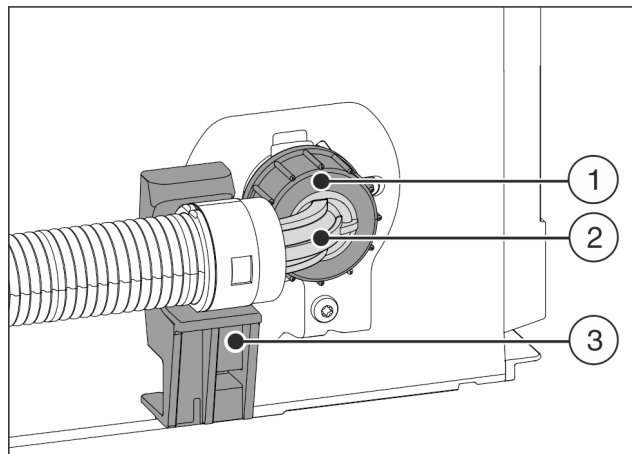

Fig. 23
- ▶ Posisjoner vinklet slangeende Fig. 23 (2) horisontal på holderen Fig. 23 (3) og hold fast.
- ▶ Skru mutteren Fig. 23 (1) på gjengen for hånd, inntil det oppnås et sikkert, fast feste.